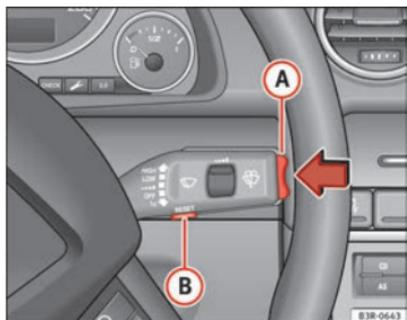

Fig. 64 Palanca del limpiaparabrisas: Tecla Reset y selector
Funciones de la tecla **Reset** (B) ⇒ fig. 64 y del **selector** (A).